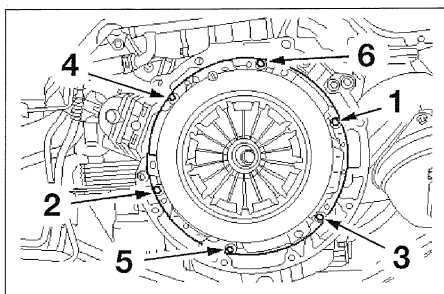

FIG. 1
- Aflojar progresivamente y por pasadas sucesivas los tornillos de fijación del mecanismo (fig. 1) y separar este último recuperando el disco.
- Colocar el mecanismo en el volante y apretar progresivamente los tornillos de fijación en diagonal y por pasadas sucesivas hasta el par prescrito (fig. 1).